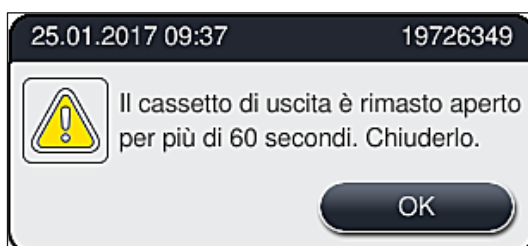

Fig. 87
- Se il cassetto di uscita rimane aperto per più di 60 secondi, l'utente viene avvisato da un messaggio informativo (→ "Fig. 87").